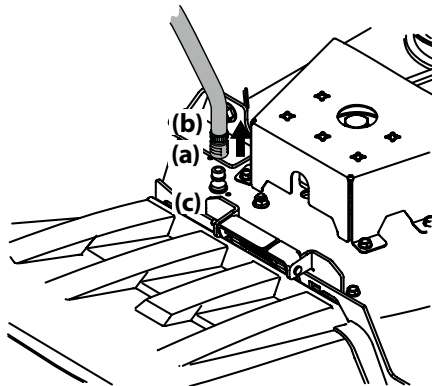

Figura 4-1
3. Tire hacia atrás el collarín de ajuste (a) del adaptador del pico (b) y empuje el adaptador del pico (b) hacia uno de los picos de lavado de la plataforma (c) de cualquiera de los dos extremos de la plataforma de corte. Suelte el collarín de ajuste (a) para trabar el adaptador en el pico (b) en el pico de lavado de la plataforma (c). Consulte Figura 4-1.